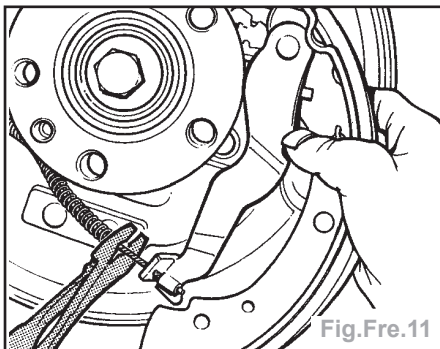

Fig.Fre.11
- Décrocher le câble de frein à main du levier de frein (Fig.Fre.11).